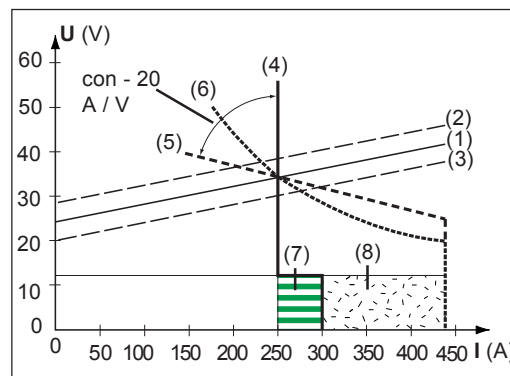

Abb.26 Mittels Funktion Eln auswählbare Kennlinien
Ist der Parameter „con“ eingestellt, wird der Schweißstrom, unabhängig von der Schweißspannung, konstant gehalten. Es ergibt sich eine senkrechte Kennlinie (4) (Abb.26).
Mittels Parameter „0,1-20“ kann eine fallende Kennlinie (5) (Abb.26) eingestellt werden. Der Einstellbereich erstreckt sich von 0,1 A / V (sehr steil) bis 20 A / V (sehr flach).
Ist der Parameter „P“ eingestellt, wird die Schweißleistung, unabhängig von Schweißspannung und -strom, konstant gehalten. Es ergibt sich eine hyperbolische Kennlinie (6) (Abb.26).